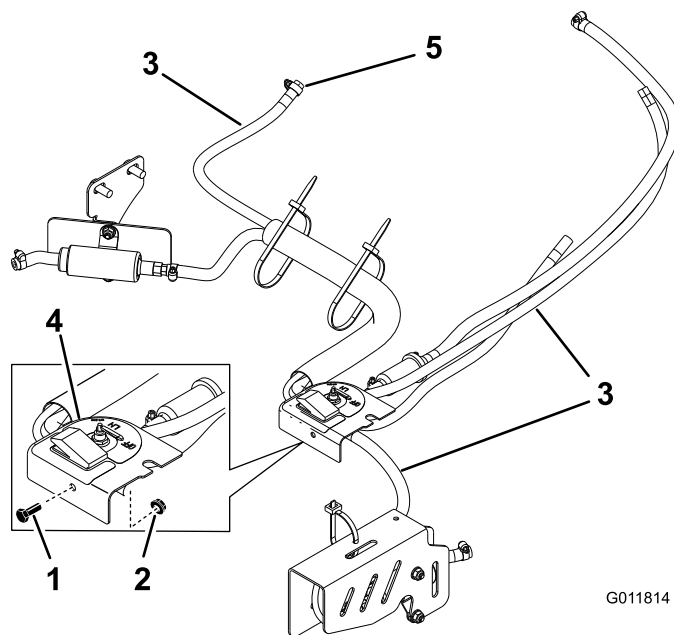

Figura 7
14. Enrute los tubos de combustible según se indica en Figura 7.
15. Localice el más largo de los dos tubos de combustible derechos conectados a la válvula selectora y conéctelo al acoplamiento superior derecho del depósito (Figura 7).
18. Instale el soporte nuevo en la máquina usando el perno y la tuerca existentes (Figura 7).